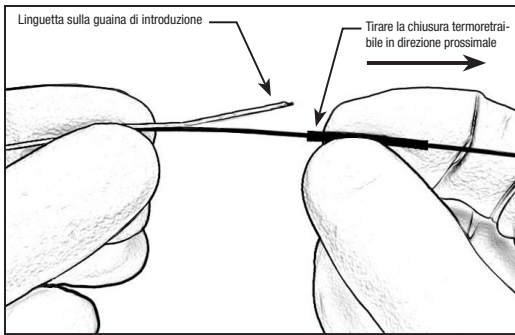

Figura 3: tirare la chiusura termoretraibile in direzione prossimale
16. Tenere il dispositivo in posizione appena distale rispetto alla chiusura termoretraibile e tirare quest'ultima in direzione prossimale per esporre la linguetta sulla guaina di introduzione. Vedere la Figura 3.